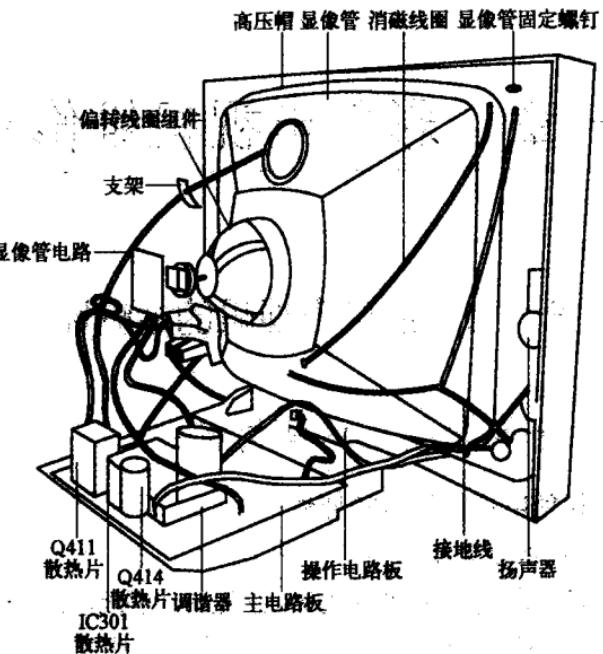

图 1-1 彩色电视机的显像管及相关部件
① 打开彩色电视机的机盖,首先看到的是彩色电视机的显像管,其外形如图 1-1 所示。显像管的作用是显示图像,它是电视机中最重要的器件之一。